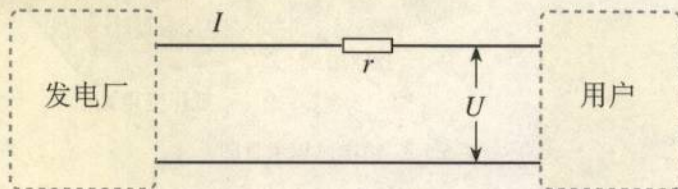

图5.5-2 输电电路图
假定输电线路中的电流是 I , 用户端的电压是 U , 两条导线的总电阻是 r 。在图5.5-2中, 导线的电阻集中画为一个电阻 r ①。